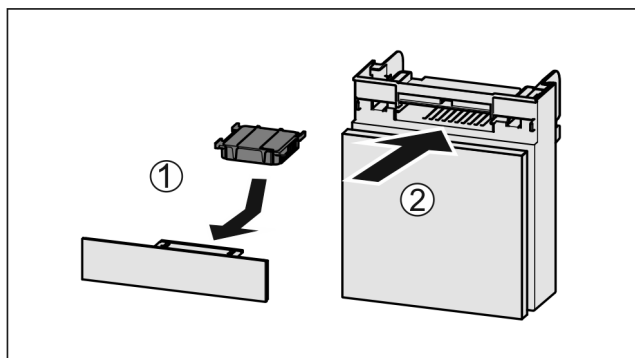

Fig. 74
- ▶ Actiefkoolfilter overeenkomstig afbeelding aanbrengen Fig. 74 (1).
- ▶ Lade erin schuiven Fig. 74 (2).